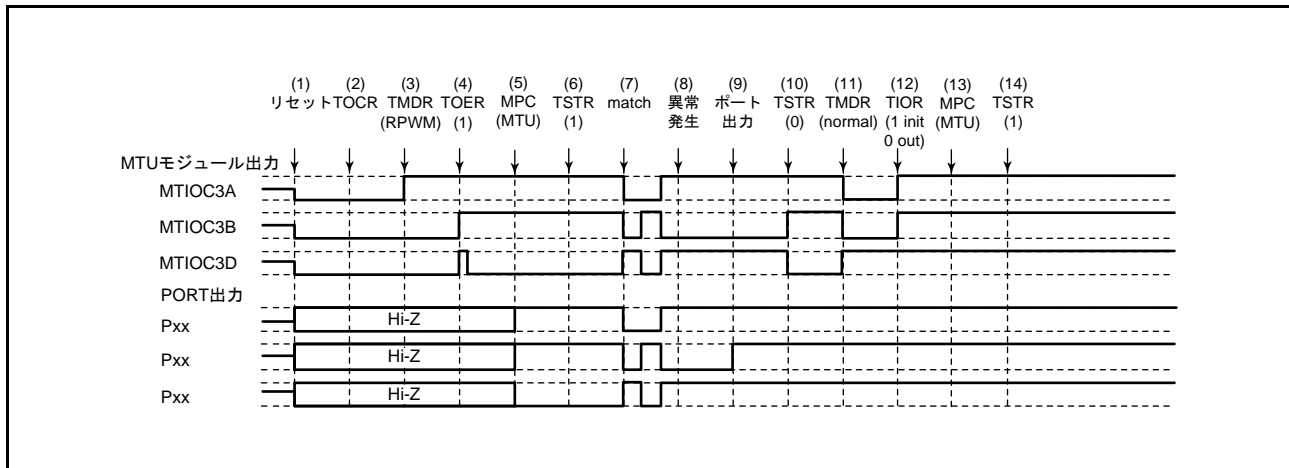

図 22.152 リセット同期 PWM モードで異常が発生し、ノーマルモードで復帰する場合
リセット同期 PWM モードで異常が発生し、再設定後ノーマルモードで再スタートする場合の説明図を図 22.152 に示します。
(1) ~ (10) は図 22.152 と共通です。
(11) PWM モード 1 を設定してください (MTU 出力は正相側が Low、逆相側が High となります)。
(12) TIOR レジスタで端子を初期化してください。なお、PWM モード 1 では MTIOCnB (MTIOCnD) 端子に波形が出力されません。出力すべきレベルがある場合は、I/O ポートのポート方向レジスタ (PDR)、ポート出力データレジスタ (PODR) で汎用出力ポートの設定をしてください。
(13) MPC と I/O ポートのポートモードレジスタ (PMR) で MTU 出力としてください。
(14) TSTR レジスタで再スタートします。
(28) リセット同期 PWM モードで動作中に異常が発生し、相補 PWM モードで再スタートする場合の動作
- (11) TOER レジスタで MTU3、MTU4 の出力を禁止してください。
- (12) TOCR レジスタで相補 PWM モードの出力レベルと周期出力の許可 / 禁止を選択してください。
- (13) 相補 PWM を設定します (MTU の周期出力端子は Low になります)。
- (14) TOER レジスタで MTU3、MTU4 の出力を許可してください。
- (15) MPC と I/O ポートのポートモードレジスタ (PMR) で MTU 出力としてください。
- (16) TSTR レジスタで再スタートします。
(29) リセット同期 PWM モードで動作中に異常が発生し、リセット同期 PWM モードで再スタートする場合の動作
(11) MPC と I/O ポートのポートモードレジスタ (PMR) で MTU 出力としてください。
(12) TSTR レジスタで再スタートします。
(13) コンペアマッチの発生によりリセット同期 PWM 波形を出力します。